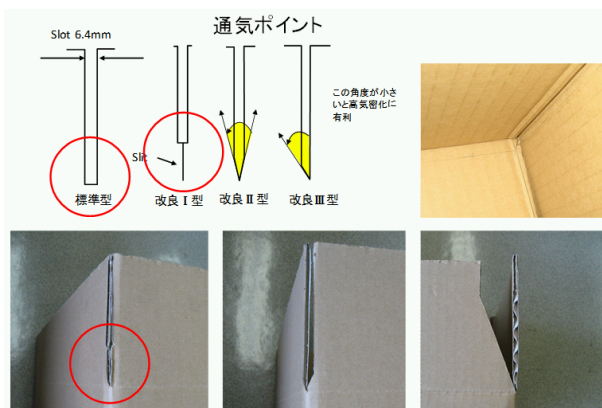

図4 段ボールの切り込み（スロット）の改良
そこで、まず改良ポイントとして、この部分の改良を行いました。図4の上左が標準的な段ボールの切り込み（スロット）ですが、これでは通気孔が大きくなってしまうので、これを小さくする必要があります。
そのため折り合わせた時に、合わせ目が重なり合うように①改良I型、②改良II型、③改良III型まで試作を行いました。図4の右上のように内部から見ても穴が見えないほど小さくなりました。段ボールは通気性の素材ですので、段ボールの表面からの通気も大きいため、表面を反射性の樹脂コーティングした段ボール原紙に改良I、II、IIIのコーナー処理を施して発泡スチロール、無処理